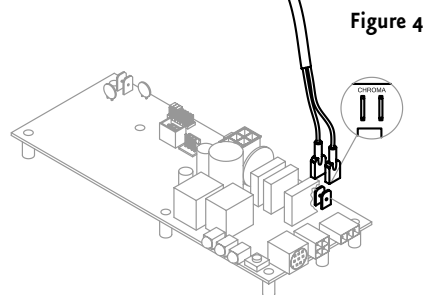

Figure 4
5. Raccorder les languettes de connexion rapide au panneau de contrôle en see le générateur à l'endroit marqué CHROMA, voir la figure 4.